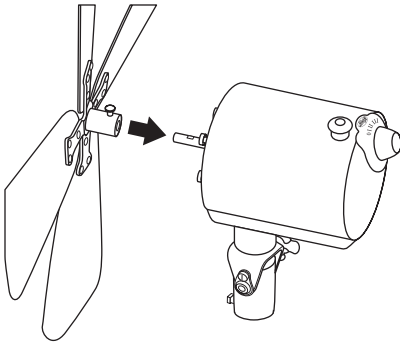

FIGURA 9
21. Deslice el manguito del conjunto del asa sobre el eje del motor, asegurando que el tornillo de montaje de asa se ubique en la parte plana del eje del motor. Vea la Figura 9. Apriete el tornillo de ajuste del conjunto del asa de modo que asiente contra la parte plana del eje del motor. Suavemente tire del conjunto del asa para asegurar que esté seguro en el eje del motor.
NOTA: Por fines de claridad, la rejilla posterior y el soporte de bloqueo ha sido retirada de la Figura 9 para mostrar la instalación del manguito/eje del motor del conjunto del asa.